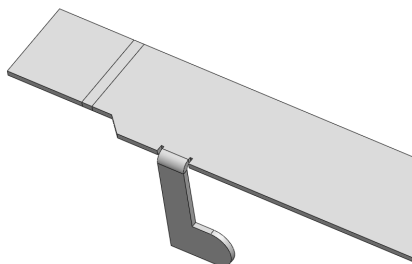

图 13-18 创建拉伸切除特征
(4) 退出草图绘制环境，弹出【切除-拉伸】属性管理器，保持默认参数设置，单击【确定】按钮, 即可创建拉伸切除特征，效果如图 13-18 所示。